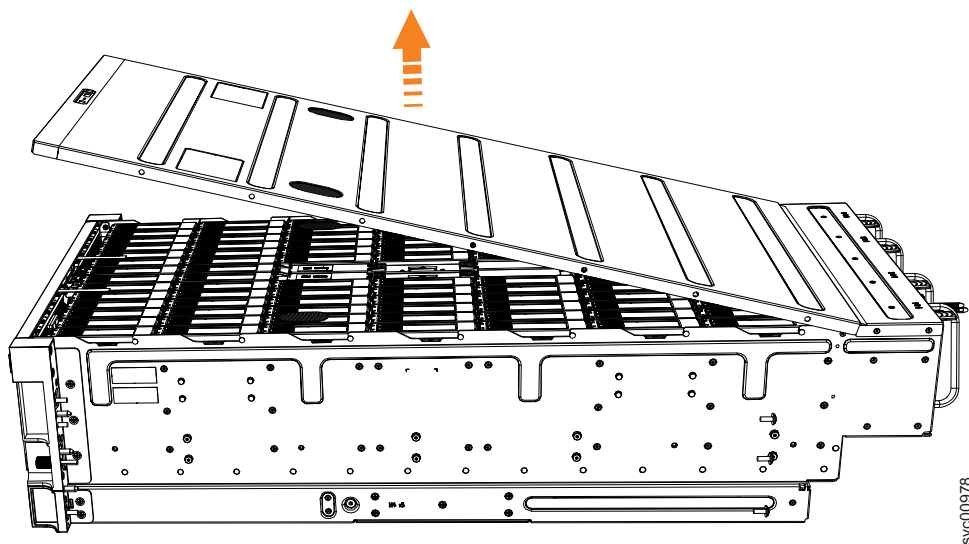

Figura 53. Removendo a Tampa do 2145-92F
4. Levante a tampa com cuidado, conforme mostrado em Figura 53 na página 61.